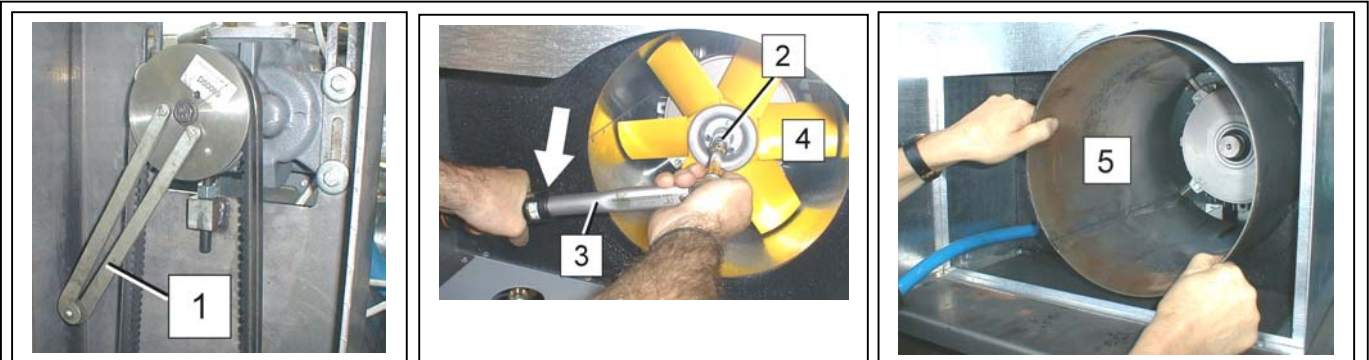

FIG. 21
25.1 DESMONTAJE DEL VENTILADOR DE REFRIGERACION Y ENVOLVENTE-TRANSPORTADOR (Fig. 21)